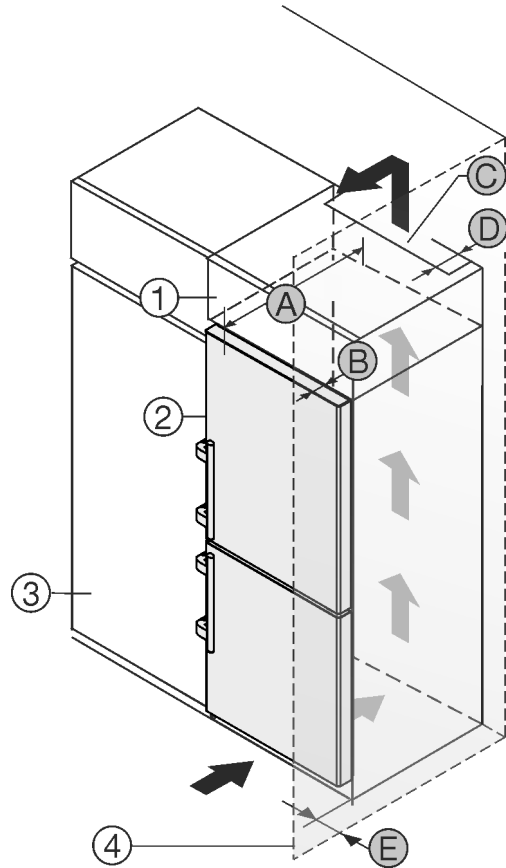

Fig. 26
Перед встановленням пристрою можна змінити його конструкцію відповідно до кухонної шафи. Щоб привести висоту пристрою Fig. 26 (2) у відповідність із розмірами кухонної ніші, можна встановити на нього спеціальну шафу Fig. 26 (1).
Пристрій можна встановлювати безпосередньо поряд із кухонною шафою Fig. 26 (3). Щоб мати можливість повністю відкривати дверцята, потрібно, щоб пристрій стояв на відстані глибина Fig. 26 (B) відносно передньої панелі кухонної шафи. Залежно від глибини кухонної шафи та використання пристінних розпірок пристрій може ще більше видаватися вперед.
- Глибина Fig. 26 (D) вільного простору вздовж усієї задньої сторони шафи повинна бути.
- Слід дотримуватись вентиляційного отвору Fig. 26 (C) в стелі приміщення.
Якщо пристрій з шарнірами встановлюється поряд зі стінкою Fig. 26 (4), слід дотримуватись відстані Fig. 26 (E) між пристроєм та стінкою. Це відповідає необхідній відстані для ручки після відкриття дверцят.